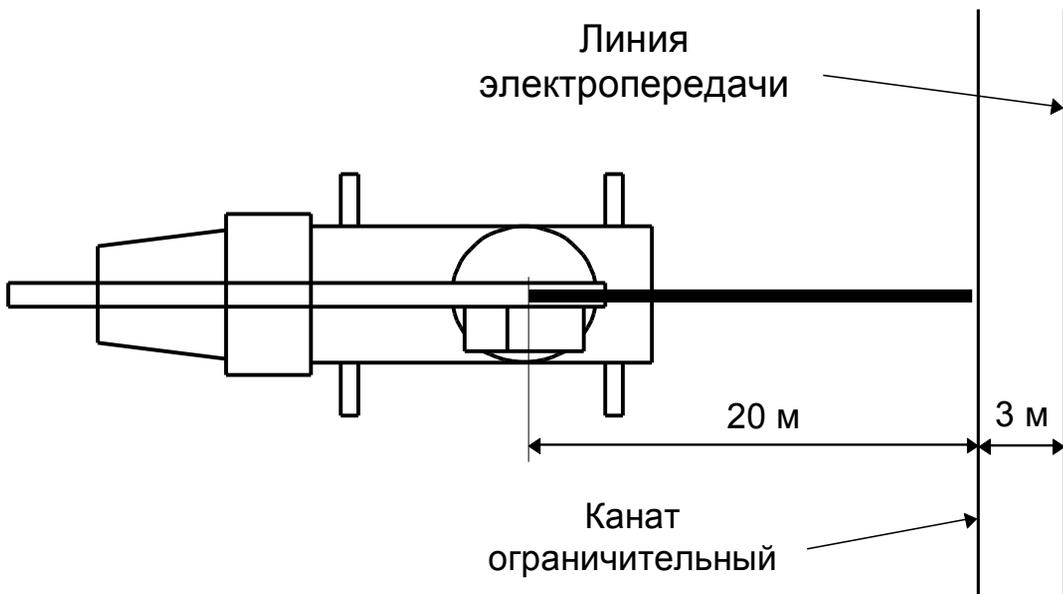

Рисунок 6 - Проверка срабатывания МЗОНа
4.3.4.2.1 Установить на площадке машину (стрела находится в транспортном положении) перпендикулярно линиям электропередачи на расстоянии 12 ± 1 м от оси вращения крана до воображаемой вертикальной плоскости, проходящей через ограничительный канат макета ЛЭП (см. рисунок 6).